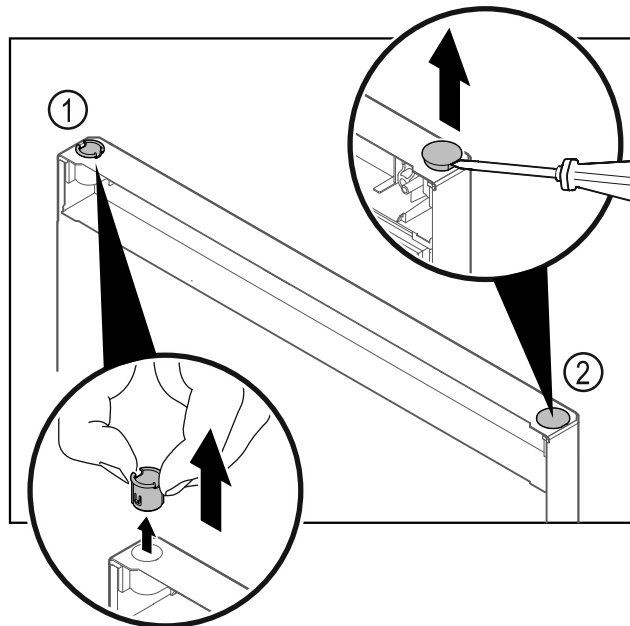

Fig. 40 Ușa congelatorului
- ▶ Extrageți bușca balamalei Fig. 40 (1) cu degetele.
- ▶ Ridicați dopul de acoperire Fig. 40 (2) cu precauție cu o șurubelniță dreaptă și extrageți-l.